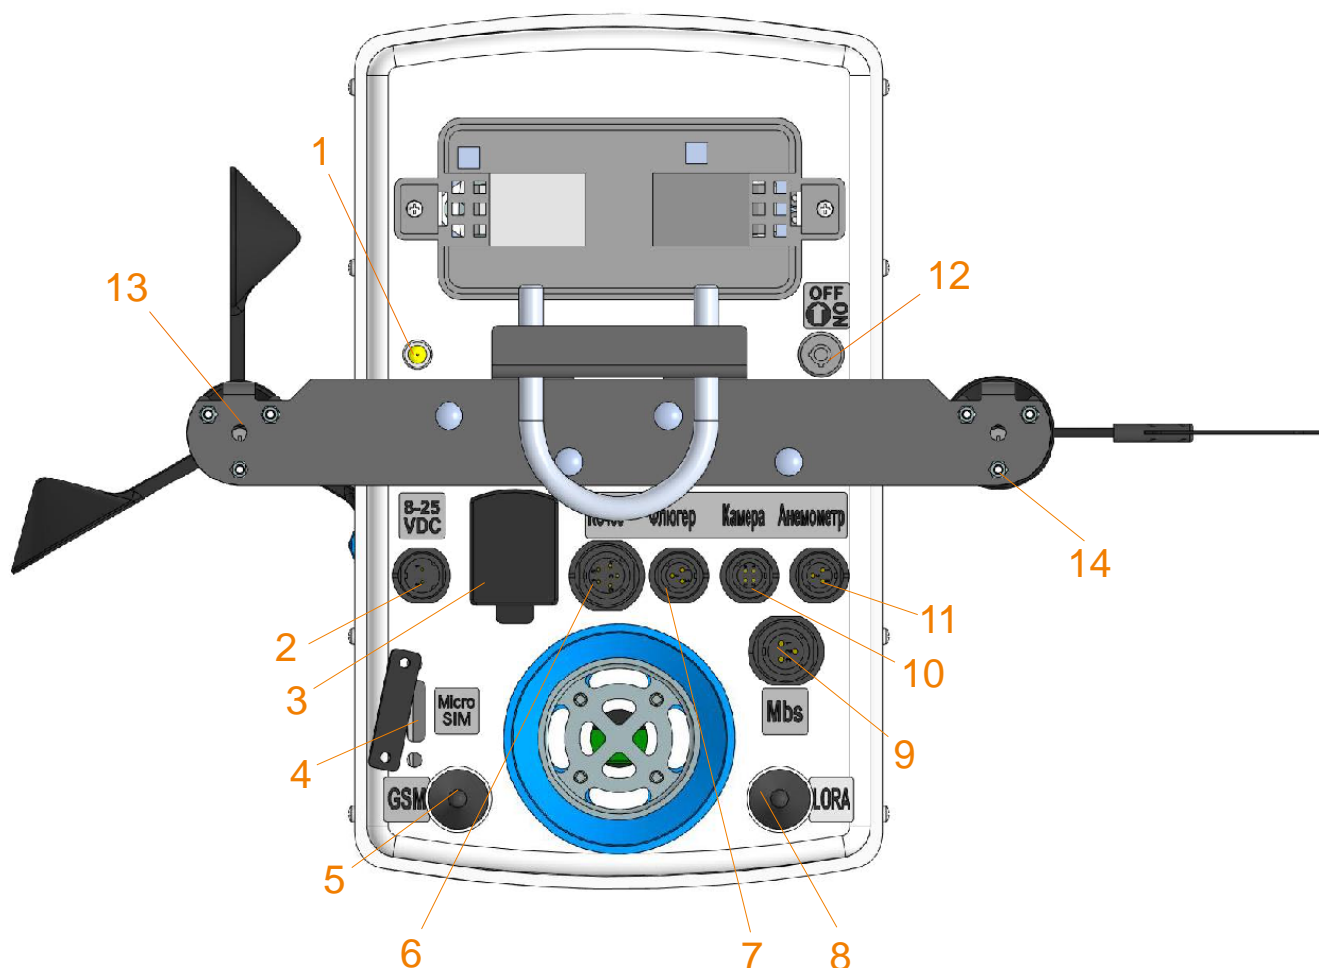

Рисунок 18 – Расположение разъемов на нижней панели станции СОКОЛ-М1:
6.7.1 Установить SIM-карту в разъем (рис.17; рис.18 поз.4), карта устанавливается контактами «внутрь» корпуса станции до щелчка;
6.7.2 Включить питание метеостанции СОКОЛ-М1 с помощью ключа (разъем 12 на рис. 18). Включение/выключение изделия осуществляется двойным поворотом ключа.
- установить измерители скорости и направления воздушного потока на корпус метеостанции и зафиксировать с помощью крепежных винтов (рис. 18). Установить крыльчатку анемометра на вал измерителя скорости воздушного потока, закрепить шайбой и винтом (рис.21);
- подключить интерфейсные кабели измерителей направления и скорости ветра к разъемам 7 и 11 согласно маркировке на корпусе изделия (рис.18). Опционально датчики ветра могут быть установлены на расстоянии до 15 метров от метеостанции. Возможное расположение датчиков ветра относительно метеостанции СОКОЛ-М1 указано на рис.20;
- установить антенны поз.5 и поз.8 согласно маркировке на корпусе изделия (рис.18);
- установить SIM-карту в разъем 4 и включить метеостанцию поворотом ключа (разъем 12 рис.18) (см. п. 6.7). После включения светодиодный индикатор 1 начнет мигать с частотой 3 раза в секунду (метеостанция находится в режиме захвата времени) или 1 раз в секунду (в метеостанции установлено время);
- соединить метеостанцию с ПК с помощью USB-кабеля, идущего в комплекте (см. рис.18 поз.3);